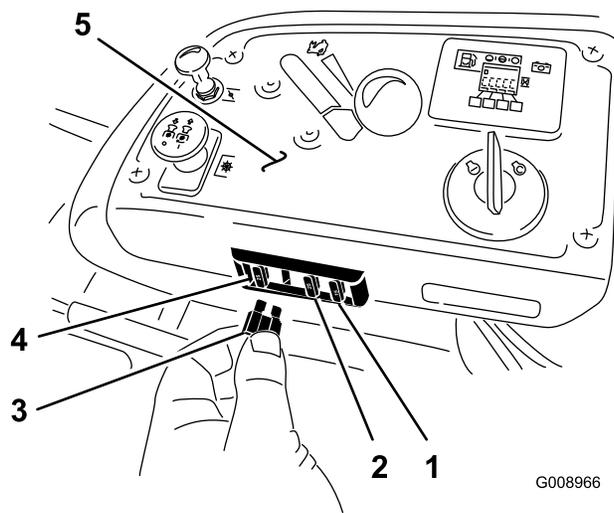

Рисунок 69
Предохранители расположены на консоли справа от сиденья (Рисунок 69).
2. Установите новый предохранитель (Рисунок 69).